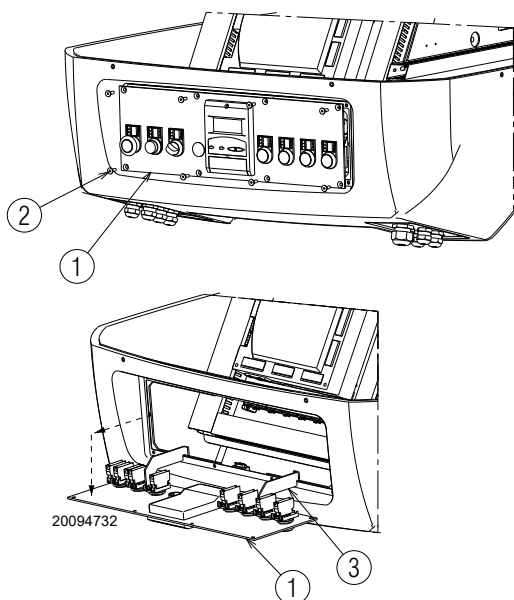

Abb. 36
- Lösen Sie die Schrauben 2)(Abb. 36) der Bedientafel 1)
- Ziehen Sie die Bedientafel 1) heraus und drehen Sie sie um 90°, hängen Sie sie dazu mit den entsprechenden Bügeln 3) im Profil der Schalttafel ein, wie aus Abb. 36 ersichtlich